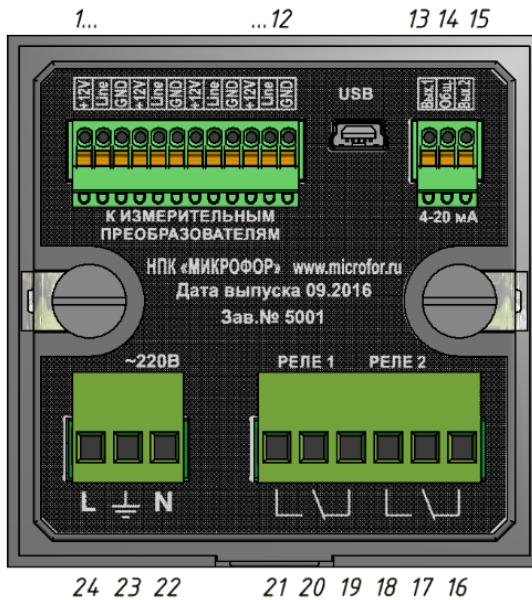

Рис.2. Вид задней панели блока индикации.
4.9. На задней панели блока индикации (рис.2) расположены USB разъем и 4 разъемных клеммных блока для подключения:
5.3. Подключение напряжения питания, исполнительных устройств и измерительных преобразователей осуществляют к разъемным клеммным блокам, расположенным на задней панели блока индикации (рис.2).